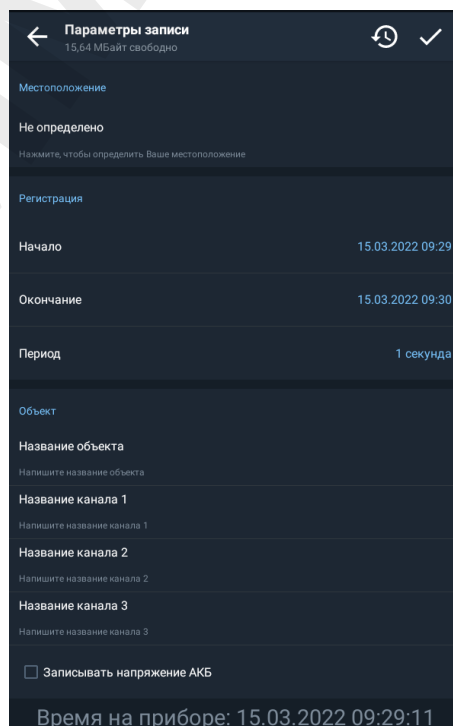

Рисунок 18 – Окно «Параметры записи»
3.6.3.8 Нажмите на кнопку «НАЧАТЬ ЗАПИСЬ» и выберите вариант записи. При выборе варианта записи «БЕЗ ПАРАМЕТРОВ» начинается моментальная запись (эквивалентно ручному старту регистрации измерений нажатием на кнопку «запись» на приборе). При выборе варианта записи «С ПАРАМЕТРАМИ» откроется окно «Параметры записи» (рисунок 18).